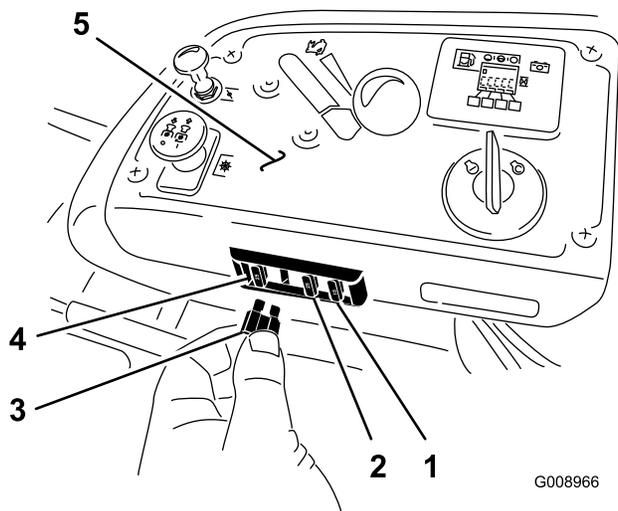

Figura 64
1. I fusibili sono posizionati sulla consolle destra vicino al sedile (Figura 64).
3. Montate un fusibile nuovo (Figura 64).